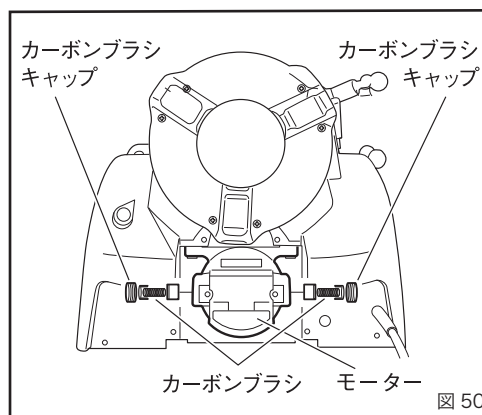

図 50
- ②マイナスドライバーでカーボンブラシキャップを外し、カーボンブラシを交換してください。(図 50)